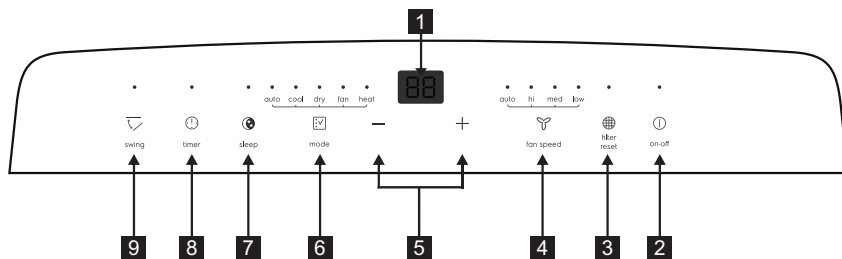

Rys. 6
- i** Wąż można rozciągnąć z początkowych 38 cm do 150 cm, ale zaleca się, aby miał minimalną potrzebną długość. Nie należy dopuszczać, aby tworzyły się ostre załamania lub ugięcia (rys. 6).